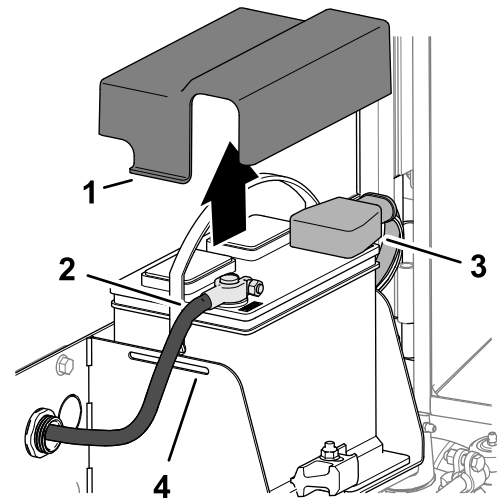

Figura 96
3. Presione los lados de la tapa de la batería y retire la tapa de la bandeja de la batería (Figura 96).